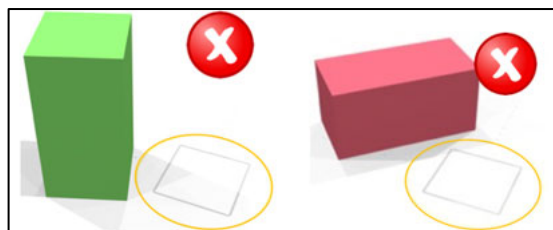

Bild 17: Hindernis vollständig aus der Markierung herausgeschoben
9.5.4. ein **Hindernis** vollständig **aus seiner Kreismarkierung** herausgeschoben wurde (s. Bild 17)